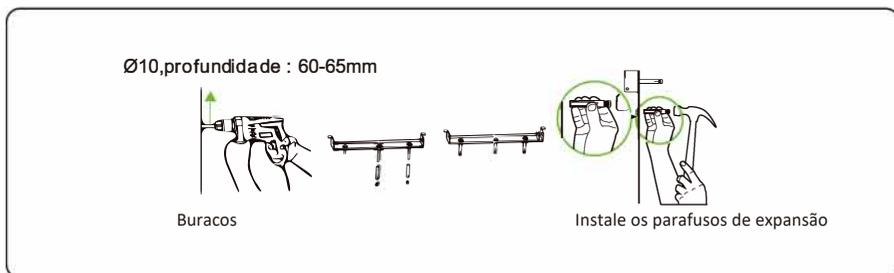

Figura 4.12: Faça furos e instale expansores (unidade: mm)
Passo 4: Perfure os furos usando uma furadeira de impacto e instale os parafusos de expansão, conforme mostrado na Figura 4.12.